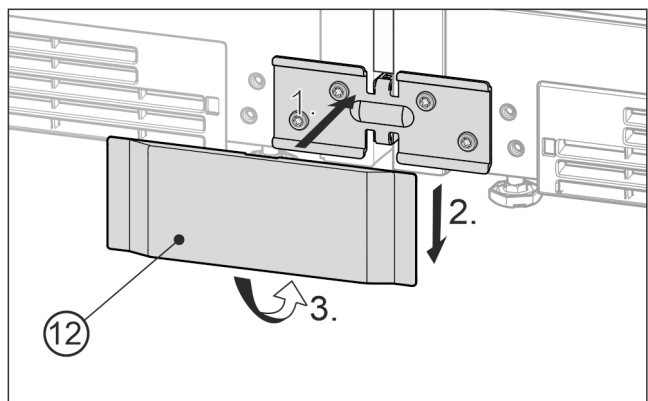

Fig. 25 Voorbeeld
- ▶ De onderste afdekking Fig. 25 (12) van voren op het hoekstuk plaatsen Fig. 25 (1), omlaag schuiven Fig. 25 (2) en van onder borgen Fig. 25 (3).